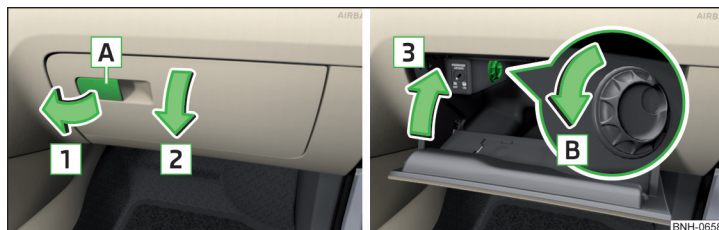

Fig. 76 Deschiderea/închiderea compartimentului de depozitare și deschiderea admisiei aerului
- Pentru **deschidere** trageți mânerul **A** în sensul săgeții **1** și rabatați capacul în sensul săgeții **2** » fig. 76.
- Pentru **deschidere**, rotiți butonul rotativ în sensul săgeții **B** până la limită » fig. 76.